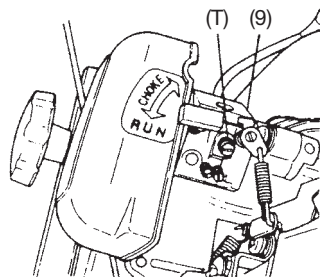

Fig. 6
5. Ajustação do carburador (Fig. 6)